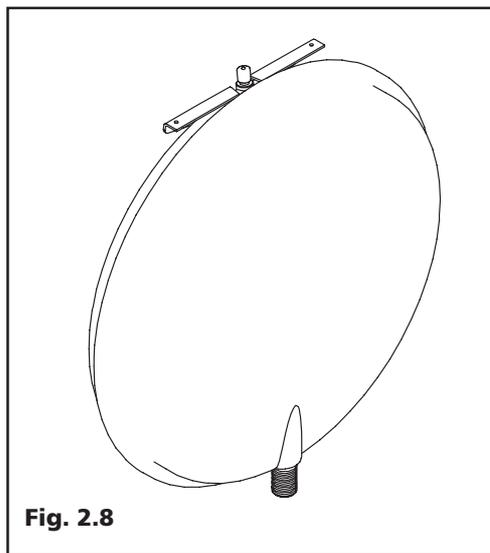

Fig. 2.8
**2.7 Vaso di espansione (Fig. 2.8)**